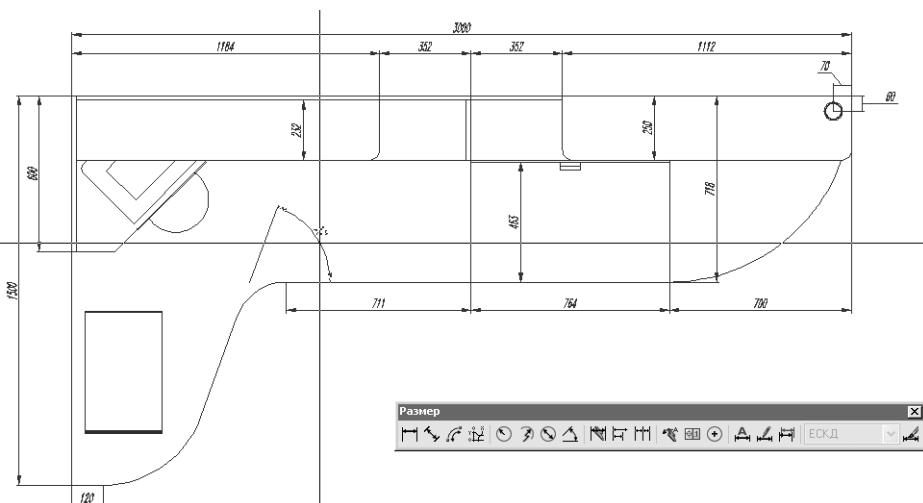

Рис. 11.23 ▼ Выбор расположения углового размера
- AutoCAD предложит выбрать вторую линию. Выберите горизонтальную линию, представляющую нижнюю границу контура прямолинейной части стопешницы. AutoCAD создаст угловой размер, вид и размерное число которого будет зависеть от расположения указателя-перекреcтия (рис. 11.23). Выберите оптимальное размещение размера и щелкните для его создания.